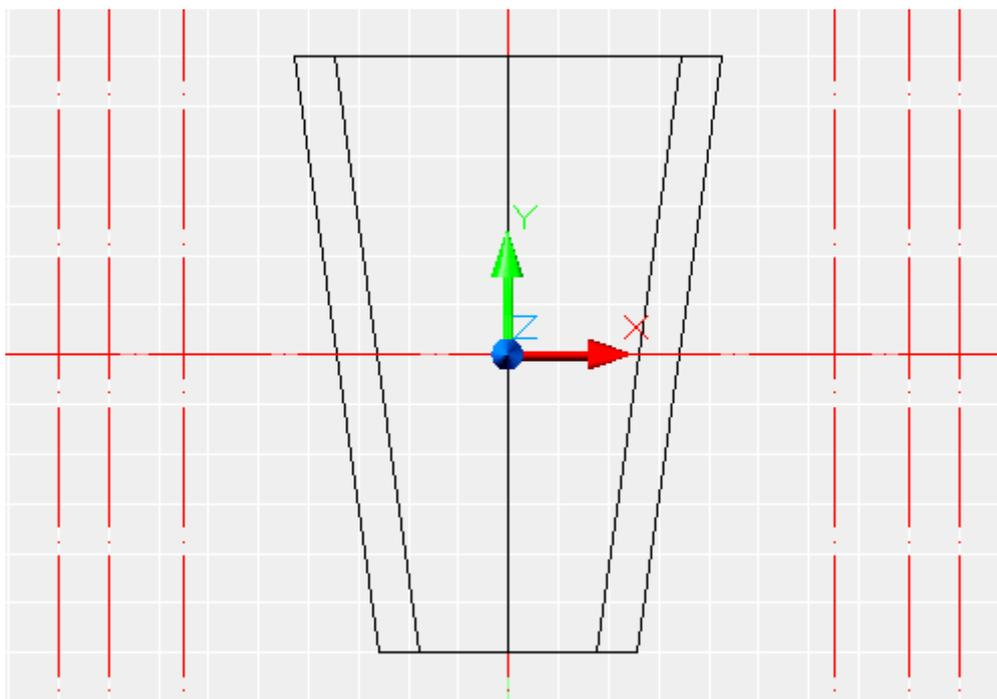

Рис.5
5. Выбираем команду  и затем от оси **X** вверх и вниз проводим линии на определенное расстояние. 0,60; 34.5,60; 17.5 -60. Затем с помощью команды **PLINE** соединяем полученные точки и получаем замкнутый контур половины усеченного конуса. Затем удаляем все лишние линии. Далее вращаем полученный контур усеченного конуса вокруг оси **OY**. Вводим в командной строке команду **REVOLVE**, нажимаем enter, выделяем контур и указываем ось выше и ниже объекта вращения далее указываем угол вращения **<360>**. (см. рис.5)